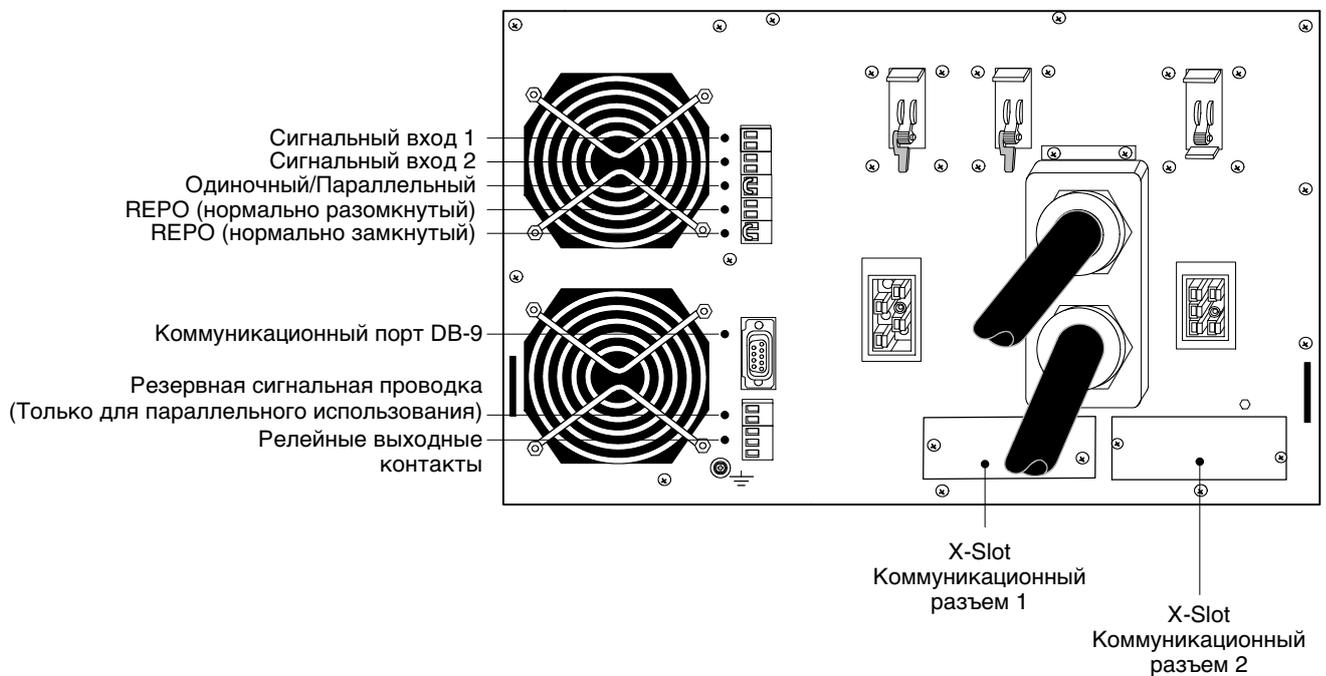
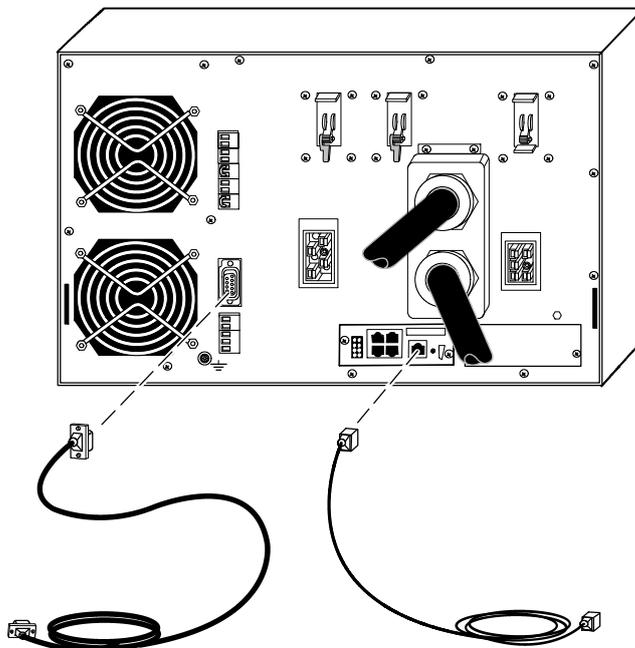

Рисунок 47. Опции связи и клеммы управления (Показан одиночный ИБП)
Рисунок 48. Установка кабелей связи
Рисунок 47 демонстрирует расположение коммуникационных разъемов и клемм управления на ИБП.
1. Установите надлежащую карту X-Slot и/или необходимые кабели (см. Рисунок 47 и Рисунок 48).
См. Рисунок 47 на странице 67, где указано расположение обоих коммуникационных разъемов X-Slot.
Могут использоваться два положения REPO: нормально разомкнутое (NO) или нормально замкнутое (NC). См. Рисунок 47 на странице 67 (там указано местоположение элементов REPO).
ИБП имеет выход с программируемым реле с сухими контактами для удаленной аварийной индикации (см. Рисунок 47 на странице 67). При использовании карты реле-интерфейса в разъемах X-Slot-могут быть получены четыре дополнительных релейных выхода.
ИБП имеет два программируемых сигнальных входа (см. Рисунок 47 на странице 67). Не рекомендуется использовать полупроводниковые ключи. Использование неполярного (релейного) управления не рекомендуется. Для активации конкретного входа контакты должны быть замкнуты накоротко с максимальным сопротивлением 10 Ом.